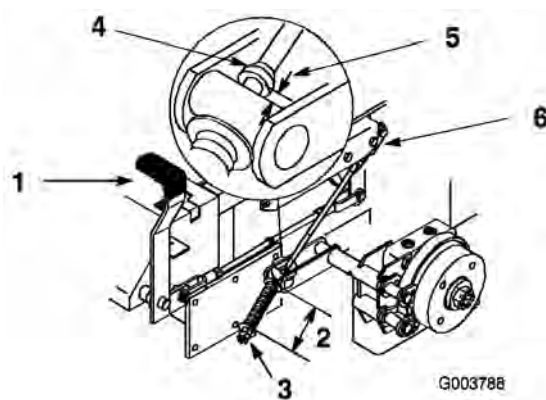

Figure 50
Les rondelles doivent être espacées de 70 mm (Figure 50).
3. Si un réglage est requis, desserrez l'écrou de blocage situé sous le ressort et serrez l'écrou directement au-dessous de la chape (Figure 50). Modifiez le serrage de l'écrou jusqu'à ce que le ressort ait la longueur voulue. Serrez les deux écrous ensemble et répétez la procédure de l'autre côté de la machine.
Elle doit être comprise entre 5 et 7 mm (Figure 50).
7. Si un réglage est requis, desserrez l'écrou de blocage situé juste au-dessous de la chape. Tournez la tige inférieure jusqu'à obtention de l'écart voulu (Figure 50). Serrez l'écrou de blocage à la chape.